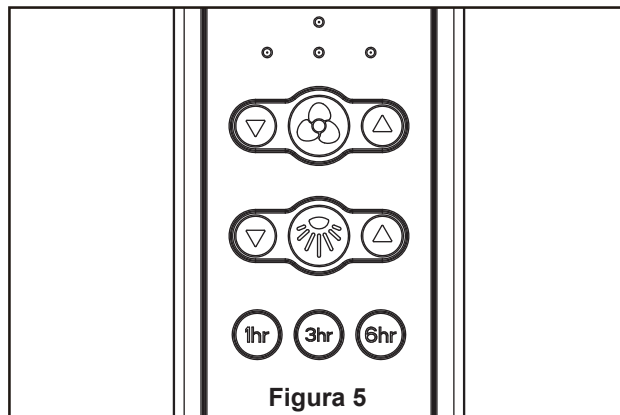

Figura 5
5. Para su uso con el kit de iluminación (B). Instale la unidad LED en la unidad del kit de iluminación usando los tornillos extraídos en el paso 5. (Figura 5)
5. Funciones del control remoto: (Figura 5)